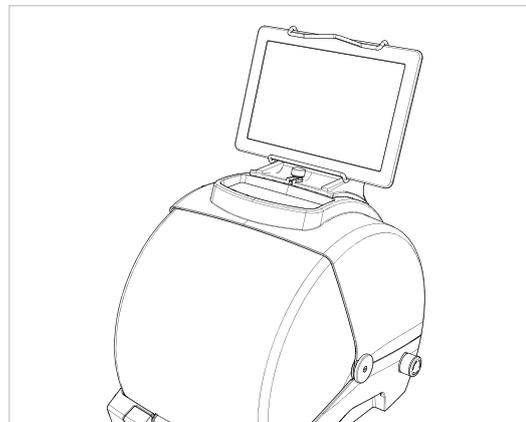

Fig. 16
- 5) Insira o tablet no seu suporte (Fig. 16).